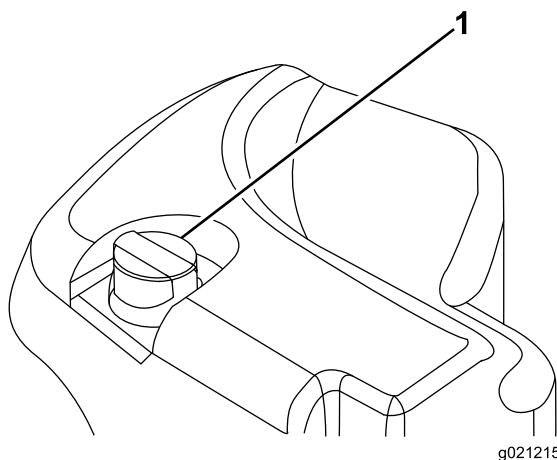

図 14
2. 油圧オイル・タンクの注油口周辺をきれいに拭き、キャップ 図 14 を外す。